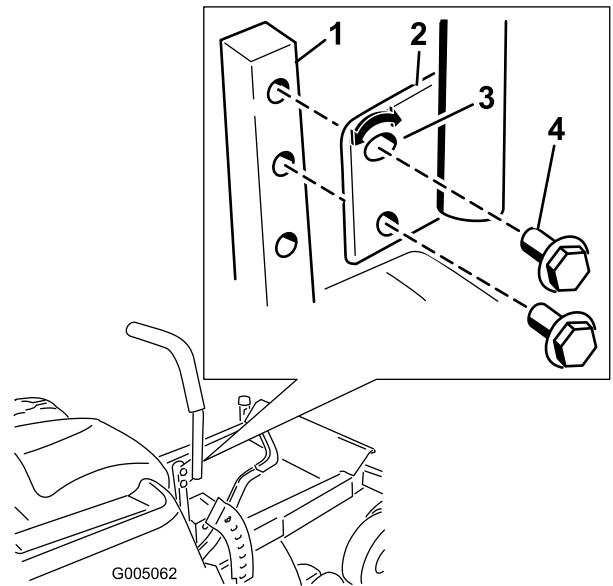

Bild 18
1. Entfernen Sie die beiden Schrauben, mit denen der Schalthebel am Schalthebelarm befestigt ist (Bild 18).
2. Setzen Sie den Schalthebel in die nächste Lochposition. Befestigen Sie den Hebel mit den zwei Schrauben (Bild 18).
2. Lösen Sie die untere Schraube genug, um den Schalthebel nach vorne oder hinten zu drehen (Bild 18). Ziehen Sie beide Schrauben fest, um den Schalthebel in der neuen Stellung zu arretieren.